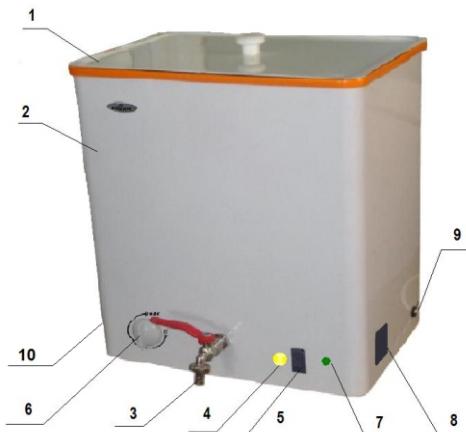
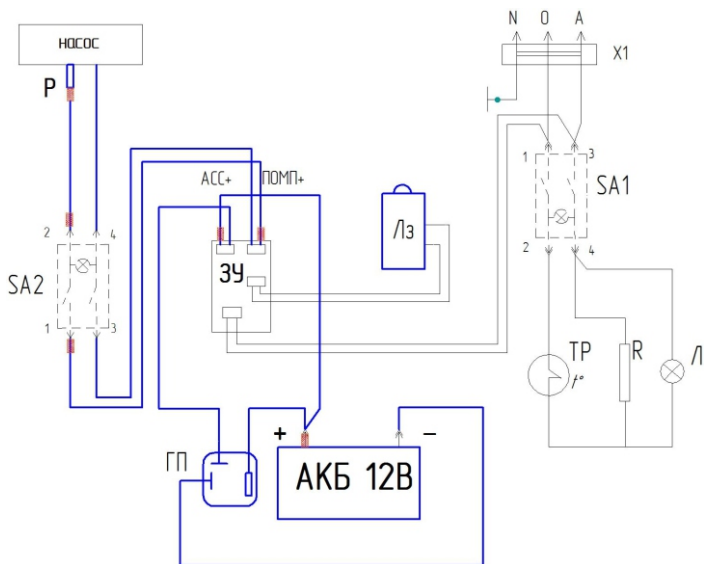

Рис. 1
Рис. 2 - Схема электрическая принципиальная
5.3 На передней панели наружного корпуса находится индикатор включения нагрева ТЭН (4), ручка регулирования температуры нагрева воды (6), индикатор заряженности аккумуляторной батареи (7), выключатель насоса душа (зарядки АКБ) (5). На боковой поверхности находится выключатель сети (нагрев) (8) (см. рис.1).
- 6.5 Поставить сетевой выключатель (8) и выключатель насоса (5) в положение “Ⓜ”. При этом загорится индикация на клавише и индикатор заряженности (7). Автоматически, в зависимости от разряженности аккумуляторной батареи (разряженность батареи показывает красный цвет индикатора зарядки, зеленый цвет - ее полный заряд), начнется ее зарядка.
При вставленном в розетку сетевом шнуре и выключенном выключателе насоса (5), АКБ отключена от зарядного устройства. Индикатор заряженности (7) горит зеленым цветом и говорит только о том, что на зарядное устройство подано напряжение. Для оценки заряженности и начала зарядки надо включить выключатель насоса (5) (см. рис. 1 и рис. 2 приложения).
6.12 При низком уровне заряженности штатной аккумуляторной батареи и отсутствии источника питания 220В, возможна работа насоса душа от внешнего источника питания 12В. Для чего один конец шнура питания автомобильного вставить в гнездо питания (10), расположенного на корпусе водонагревателя, а другой конец установить в
источник питания 12В (например, в прикуриватель автомобиля). Для работы душа, включатель насоса (зарядки АКБ) (5) должен быть включен (см. рис.1; рис.2). При подключенном внешнем источнике питания 12В и выключенном включателе насоса (5). Происходит подзарядка штатной аккумуляторной батареи.